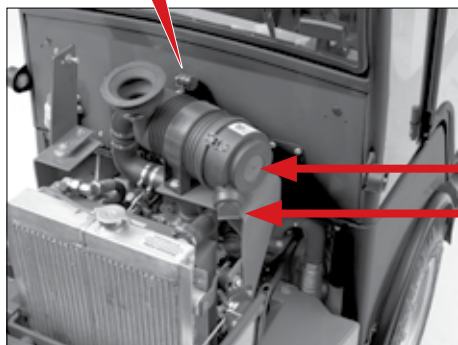
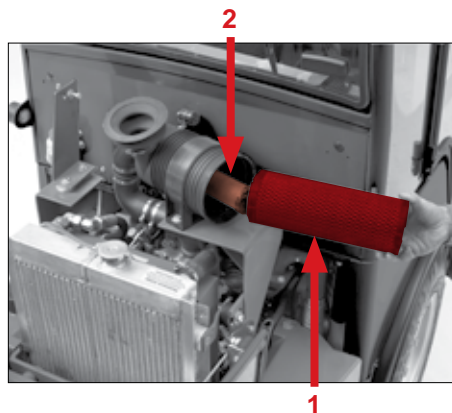

Fig. 78
Fig. 79
Vérifier si la fente de sortie de la vanne anti-poussière pos. 1 (Fig. 78) est dégagée. Retirer les dépôts de poussière en comprimant la vanne.
Nettoyer ou remplacer l'élément de filtrage principal pos. 1 (Fig. 79) lors des inspections ou lorsque, entre les intervalles d'inspection, la bague rouge est visible dans l'indicateur de maintenance pos. 3 (Fig. 78) !
Pour réinitialiser l'indicateur, appuyer sur le bouton pos. a (Fig. 78) !
1. Desserrer les fermoirs sur le couvercle pos. 2 (Fig. 78) et retirer le couvercle.
2. Retirer le filtre principal pos. 1 (Fig. 79). Le filtre de sécurité n'est pas à démonter.
Si, lors de la maintenance du filtre à air sec, il est visible qu'une erreur de maintenance s'est produite ou que le filtre principal est endommagé, le filtre de sécurité pos. 2 (Fig. 79) doit être remplacé.
1. Desserrer les trois fermoirs du couvercle pos. 2 (Fig. 78).
2. Retirer le couvercle pos. 2 (Fig. 78).
3. Retirer le filtre principal pos. 1 (Fig. 79).
4. Retirer le filtre de sécurité pos. 2 (Fig. 79).